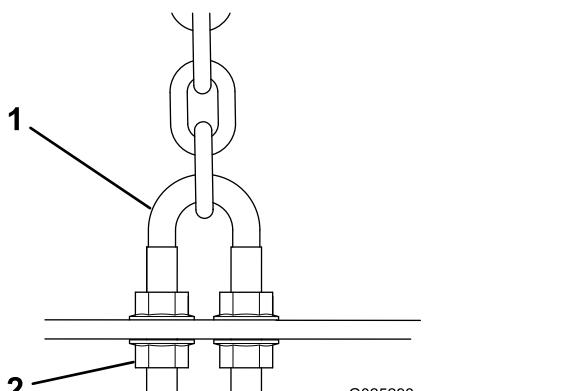
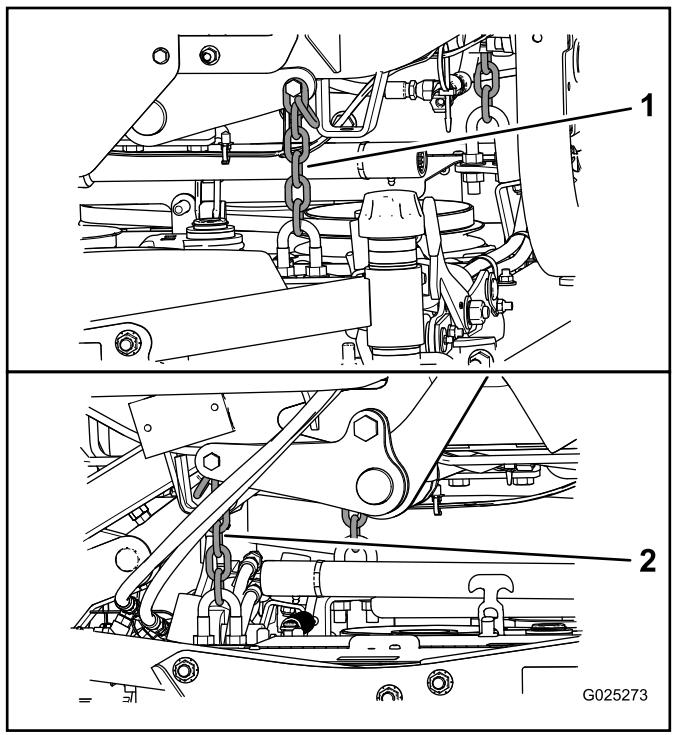

Figura 11
Figura 12
7. Ajuste las contratuerca de las abrazaderas (Figura 11) que sujetan las cadenas traseras de la carcasa (Figura 12) a la carcasa de corte, para elevar la parte trasera del cortacésped hasta que la inclinación de las cuchillas sea de 8 a 11 mm.
8. Ajuste las contratuerca que fijan las cadenas a la carcasa de corte hasta que la carcasa de corte quede nivelada (Figura 12).